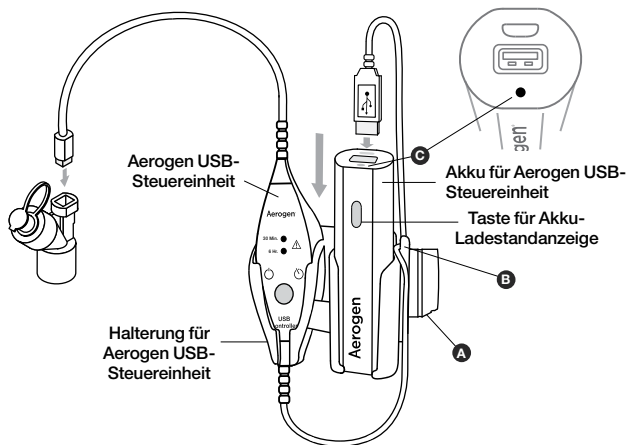

Abbildung 5. Montage von Akku und Halterung für die Aerogen USB-Steuereinheit
1. Die Halterung für die Aerogen USB-Steuereinheit an die Universal-Montagehalterung anschließen, wie in Abbildung 5 dargestellt.
4. Die Aerogen USB-Steuereinheit von oben nach unten in den linken Teil der Halterung für die Aerogen USB-Steuereinheit einschieben und den Akku für die Aerogen USB-Steuereinheit in die rechte Seite der Halterung für die Aerogen USB-Steuereinheit einschieben, wie in Abbildung 5 dargestellt. Sicherstellen, dass das Aerogen Logo auf dem Akku nach vorne zeigt.
5. Die Kabel in die Klemmen seitlich an der Halterung für die Aerogen USB-Steuereinheit einführen, um sie zu befestigen, wie in Abbildung 5 dargestellt. Überstehendes Kabel um die Halterung für die Aerogen USB-Steuereinheit (Punkt B) wickeln, um sicherzustellen, dass Akku und Steuereinheit nicht aus der Halterung fallen.
- Eine durchgehend rote oder rot blinkende Leuchte (Punkt C in Abbildung 5) an der Aerogen USB-Steuereinheit weist darauf hin, dass der Ladestand des Akkus gefährlich niedrig ist und er geladen werden muss.